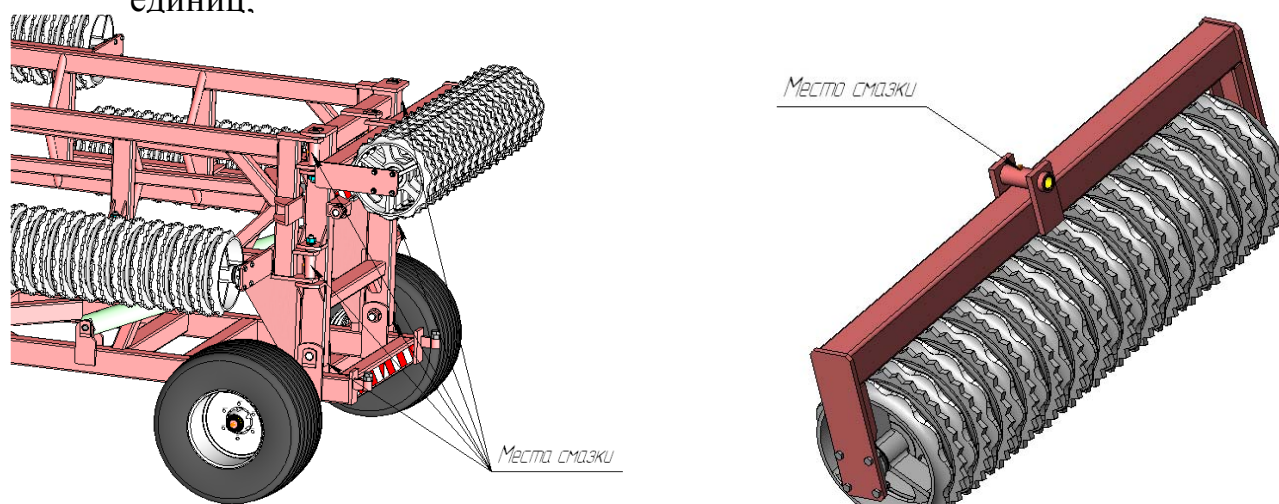

Рис.12 Места смазки
3) Смазать каток в точках смазки (рис.12);